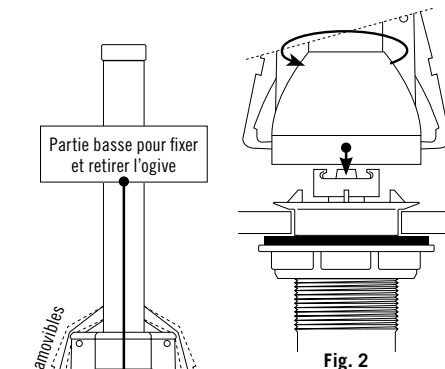

Fig. 2
- Positionner l'extracteur avec l'ogive au-dessus de l'arrêtior et tourner l'extracteur vers **la gauche** pour fixer correctement l'ogive dans l'arrêtior (Fig. 2).